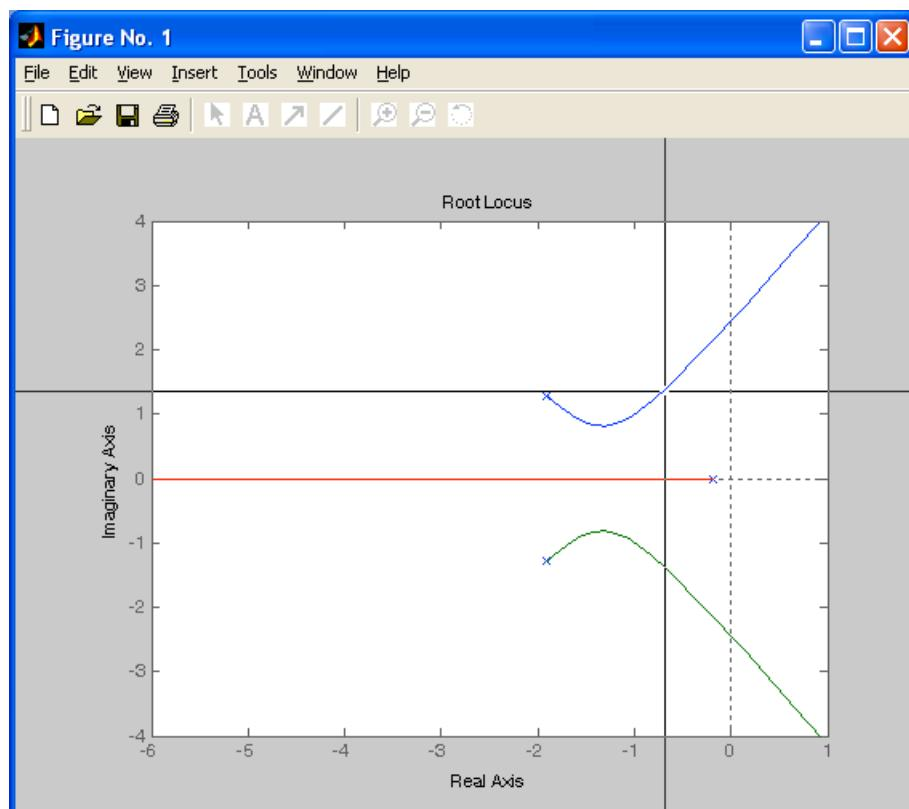

Figura 5.3: Seleção de um ponto sobre o lugar das raízes
A mensagem "*Select a point in the graphics window*" será mostrada na janela de comando do MATLAB e um cursor e forma de cruz aparecerá na janela de figura, aguardando que um ponto seja selecionado. No exemplo a seguir (figura 5.3) foi considerado o lugar das raízes do sistema descrito como exemplo no item 5.1.
Os resultados correspondentes são exibidos na janela de comando assim que um ponto for selecionado. Para o exemplo da figura 5.3, tem-se: